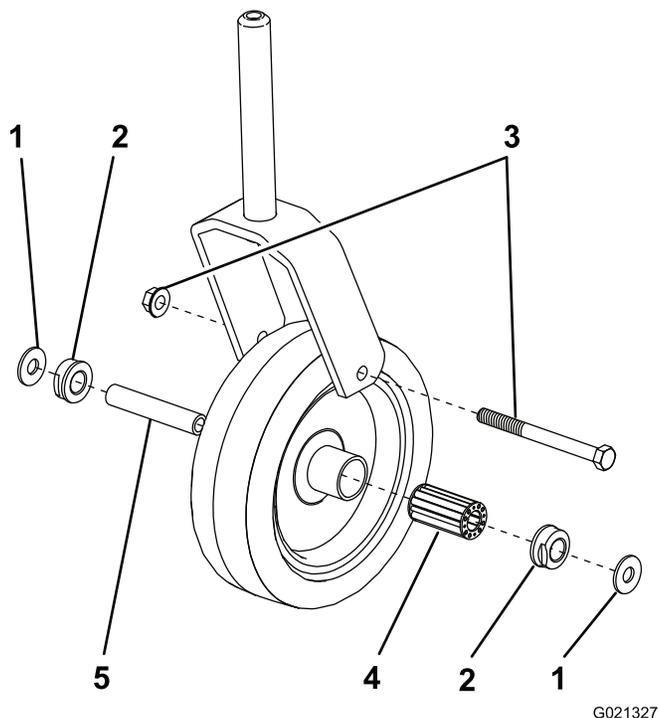

Figura 26
1. Togliete la vite a testa cilindrica e il dado di bloccaggio che fissano la ruota orientabile e le (2) rondelle tra le forcelle della ruota orientabile (Figura 26).
2. Estraete la boccola chiave dal mozzo della ruota (Figura 26).
3. Togliete la boccola dal mozzo della ruota e lasciate cadere il cuscinetto (Figura 26). Togliete la boccola dalla parte opposta del mozzo della ruota.
7. Montate il gruppo ruota orientabile e le (2) rondelle tra le relative forcelle e fissate i componenti in sede con la vite a testa cilindrica e il dado di bloccaggio.